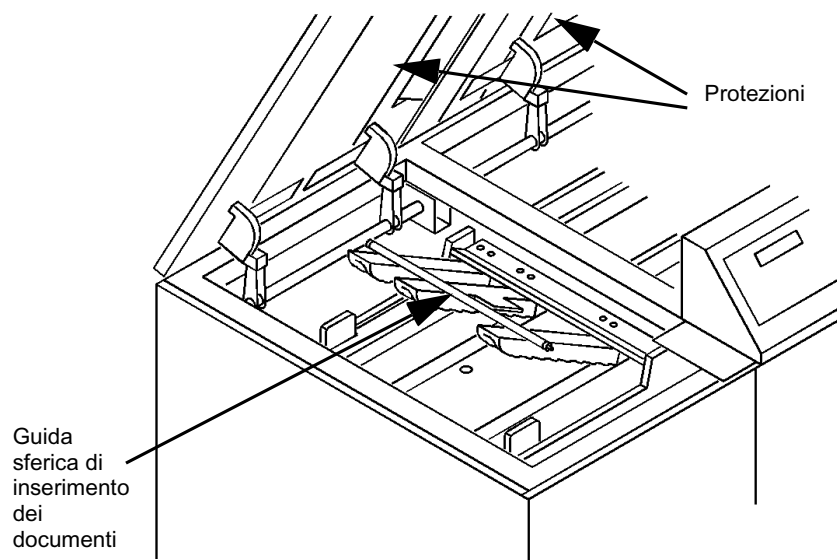

Figura 4-1: Le protezioni e la guida sferica di inserimento dei documenti
- 1 Aprire le protezioni superiori della FusionPunch II, come illustrato nella Figura 4-1.
- 2 Aprire (sollevare) la guida sferica di inserimento dei documenti, come illustrato nella Figura 4-1. Pulire la cinghia verde al di sotto delle tre sfere della guida, il riflettore del sensore e il sensore (sotto il foro nella piastra di base) con alcol isopropilico e un panno pulito liscio. Controllare che non vi siano accumuli di polvere o toner sotto la piastra di base.